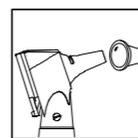

fig.2
2. Choisissez un embout adapté au canal auriculaire du patient, poussez-le sur la tête puis vissez l'embout dans le sens des aiguilles d'une montre, comme sur la **fig. 2**. La taille de l'embout est généralement de 4 mm pour les adultes et de 2,5 mm pour les enfants ;